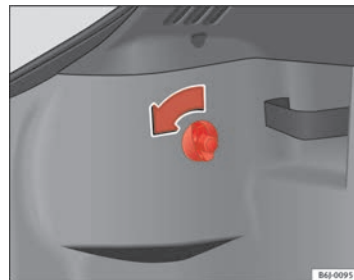

Fig. 146 Acceso a pilotos posteriores
- Gire el tornillo en el sentido de la flecha con la mano o la ayuda de un destornillador ⇒ fig. 146.
- Retire el conector del alojamiento **A** ⇒ página 237, fig. 146.